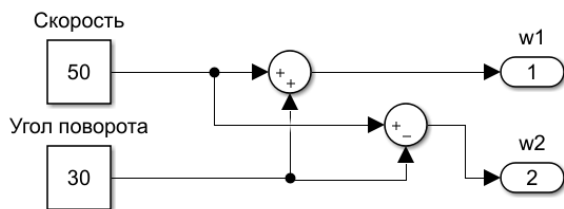

Рис. 4. Алгоритм перевода заданной скорости и угла поворота в угловые скорости колёс
Исходя из системы уравнений (1) необходимо найти законы изменения скоростей  $\omega_1, \omega_2$ . В таком случае для управления роботом реализуется следующий алгоритм перевода скорости и угла поворота в угловые скорости колёс (рисунок 4).